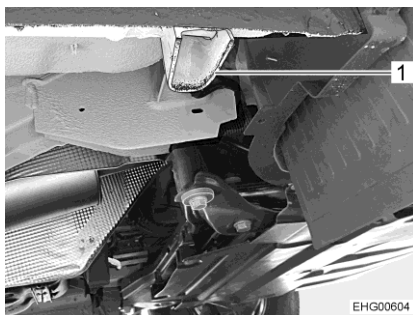

Bild 241 Aufnahme Vorderachse
- Wenn ein Rad an der Vorderachse gewechselt werden soll: Wagenheber an der dafür vorgesehenen Aufnahme (Bild 241,1) ansetzen.